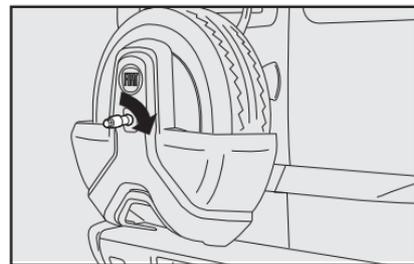

fig. 20
4) Fechar o suporte e recolocar o mecanismo antifurto da roda sobressalente, girando-o conforme a seta **fig. 20**.